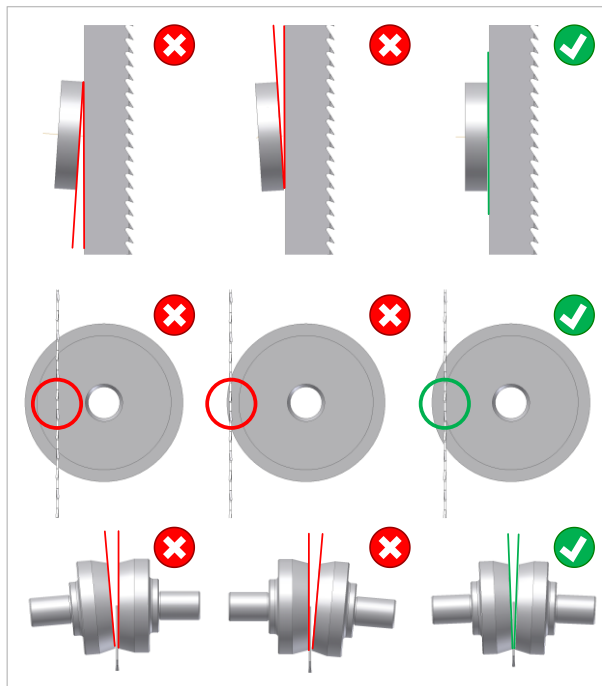

Abbildung 31: Grundeinstellung der Rücken- und Seitenrollen
- Seitenrollen so einstellen, dass sie das Sägeblatt nur leicht berühren (siehe ⇒ Abbildung 31). Bitte Acht geben, dass hierbei das Sägeblatt nicht seitlich weggedrückt wird!
- Die ⇒ Abbildung 31 zeigt ganz rechts die optimale Einstellung der Rücken- und Seitenrollen und links bzw. mittig, welche Einstellungen falsch sind und vermieden werden müssen.
- Die Rückenrolle muss parallel zum Sägeblattrücken (senkrecht) stehen (⇒ Abbildung 31 oben rechts).
- Das Sägeblatt muss genau vor der Innenkante der Rückenrolle laufen (⇒ Abbildung 31 Mitte rechts).
- Die Öffnungswinkel zwischen den Seitenrollen und dem Sägeblatt müssen auf beiden Seiten des Blattes gleich groß sein (⇒ Abbildung 31 unten rechts).